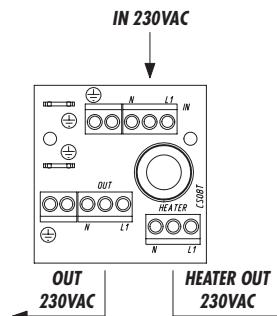
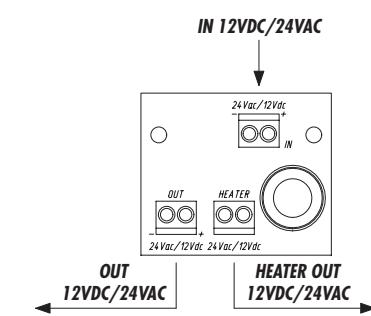

Fig. 5
Fig. 6
- Effettuare le connessioni elettriche della resistenza sul morsetto indicato con HEATER (Fig. 5, riscaldamento 115/230VAC o Fig. 6, riscaldamento 12VDC/24VAC).
- Effectuer les connexions électriques de la résistance sur la borne indiquée comme HEATER (Fig. 5, chauffage à 115/230VAC ou Fig. 6, chauffage à 12VDC/24VAC).
- Connect the resistance wires to the terminal marked HEATER (Fig. 5, heating 115/230VAC or Fig. 6, heating 12VDC/24VAC).